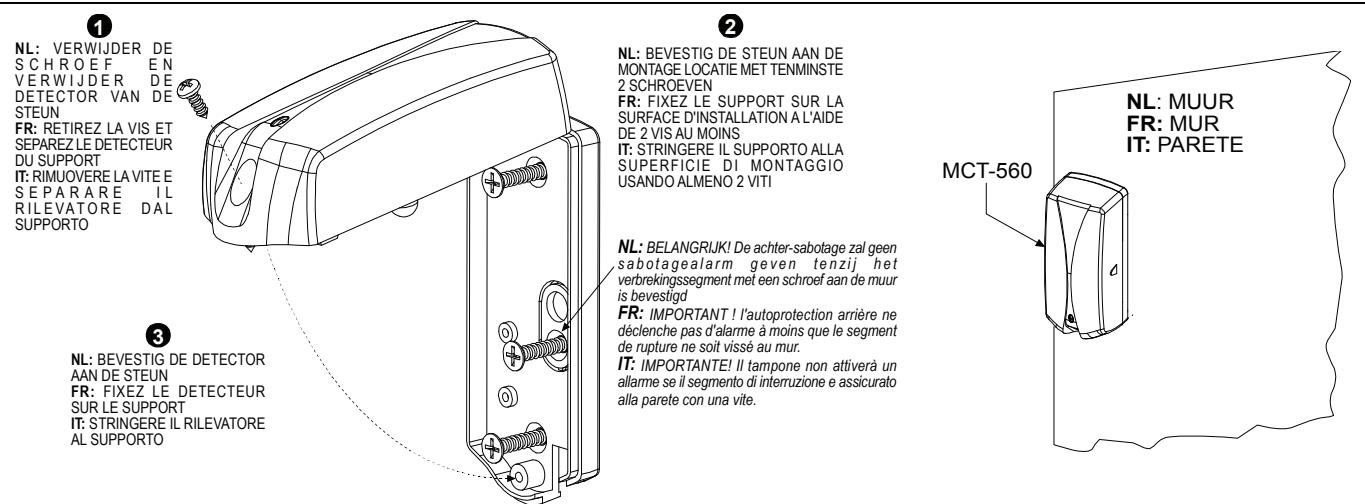

Fig. 2 – Muur of plafond bevestiging / Installation murale ou au plafond / Montaggio parete o soffitto
Seguire le istruzioni nelle fig. 2 e 3 mostrando come aprire il coperchio del rilevatore e ottenere accesso all'interruttore DIP.
Imposta i tasti funzione come desiderato prima di accendere (vedere fig. 2) per consentire gli allarmi di temperatura, selezionare almeno un punto di temperatura secondo la tabella 2. Usare una penna a sfera o altro oggetto appuntito per cambiare le leve.
2. Inserire la batteria tra le clip (vedere fig. 2) alla corretta polarità.